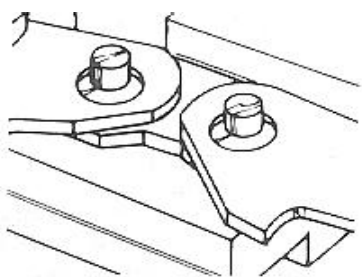

Рисунок 4.9
4.3.5.3 Собрать ремонтируемую цепь, установив ведущие звенья на оси соединительного звена в сборе, см. рисунок 4.9.